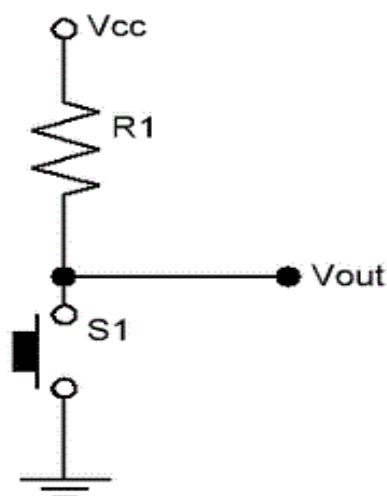

Figura6
Cada uno de los 10 pulsadores NO los conectamos directamente a los pines del PIC, sino que formamos un circuito “Pull-Up” individual (para cada pulsador) de VCC=5V y con resistencias R1=10K (ver **Figura6**); lo único que comparten los pulsadores son las masas.
Fue realizado gracias al **pin MLCR**, logrando que cuando se presiona el pulsador, cambie de 5V a 0V, de esa forma funcionaria como RESET. El esquema que utilizamos es el de "PULL UP" (ver **Figura6**).
****Nota:** Se puede optar por no utilizar la resistencia Pull Up (R1 en la **Figura6**), pero es recomendable poner una resistencia de un valor alto (10K por ej.) para que no le llegue tanta corriente a los pines del microcontrolador.